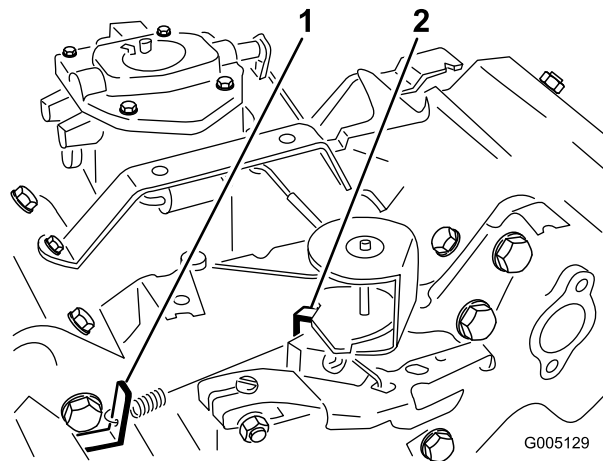

Figura 48
- Dobre o batente da mola de velocidade intermédia (Figura 48) até obter uma velocidade de 1650 ± 100 rpm. Verifique a velocidade com um tacómetro.
velocidade elevada (Figura 48) até obter uma velocidade de 2850 ± 50 rpm.